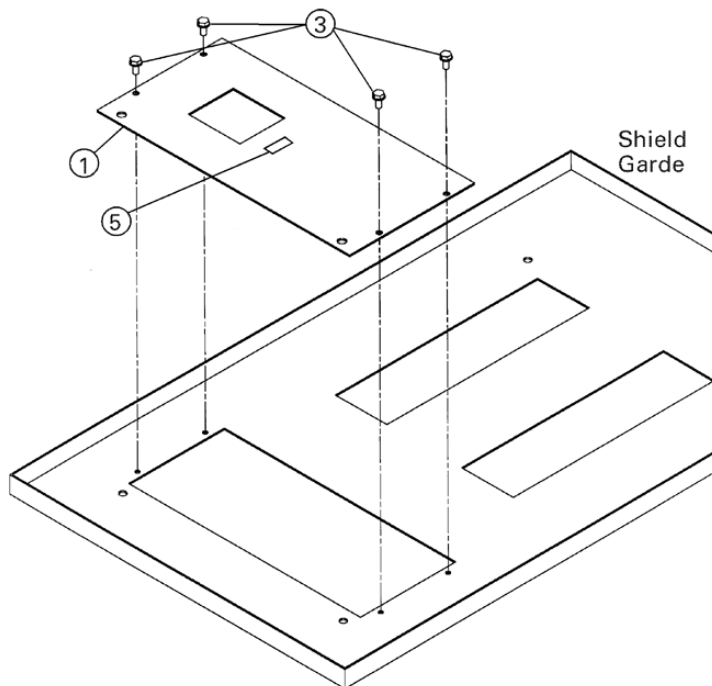

Figure 1. Attaching the shield insert to the shield for a main breaker installation in all panels or a subfeed breaker in 125 A or 225 A panels.
Figure 1. Comment attacher le rajout du garde au garde pour une installation de disjoncteur principal dans tous les panneaux ou un disjoncteur d'alimentation secondaire dans des panneaux de 125 A ou 225 A.
- a. If this is a main breaker installation (kits MB612 or MB613), place the shield insert [1] over the shield so that the four same-size holes line up with the threaded holes in the shield, as illustrated in Figure 1. Fasten the shield insert to the shield with four #10-32 x 3/8 screws [3] tightened to 27–36 in-lb. Attach the MAIN label [5] to the front of the shield insert, as shown in Figure 1.
- b. If this is a subfeed breaker installation (kits MB612 or MB613) into a 125 A or 225 A panel, remove the remaining blank insert from the shield. Place the new shield insert [1] supplied with the kit over the shield so that the four same-size holes line up with the threaded holes in the shield, as illustrated in Figure 1. Fasten the shield insert to the shield with four #10-32 x 3/8 screws [3] tightened to 27–36 in-lb.
- a. Si c'est une installation de disjoncteur principal (kits MB612 ou MB613), placer le rajout du garde [1] par dessus le garde de manière à ce que les quatre ouvertures de mêmes dimensions soient alignées avec les ouvertures filetées dans le garde, comme illustré à la Figure 1. Attacher le rajout du garde au garde avec quatre vis #10-32 x 3/8 [3] resserrées à 27–36 po-lb. Attacher l'étiquette MAIN [5] au devant du rajout du garde, tel qu'illustré à la Figure 1.
- b. Si c'est une installation de disjoncteur d'alimentation secondaire (kits MB612 ou MB613) dans un panneau 125 A ou 225 A retirer la plaque vierge restante du garde. Placer le nouveau rajout du garde [1] fourni avec le kit par dessus le garde de manière à ce que les quatre ouvertures de mêmes dimensions soient alignées avec les ouvertures filetées dans le garde, comme illustré à la Figure 1. Attacher le rajout du garde au garde avec quatre vis #10-32 x 3/8 [3] resserrées à 27–36 po-lb.